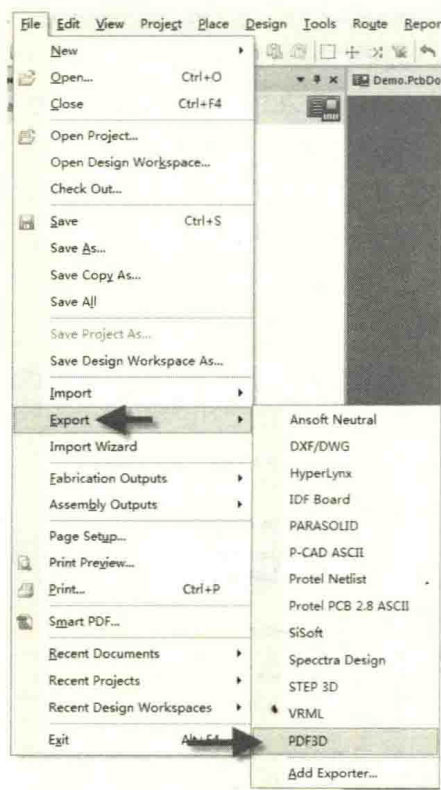

图 11-45 输出 3D PDF
(1) 和 3D STEP 模型的导出类似，执行菜单命令“File-Export-PDF3D”，如图 11-45 所示。